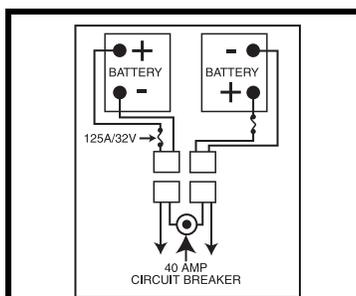

Figure 13A. Orientation des fils des batteries
7. Branchez le câble rouge à la borne positive (+) sur chaque batterie. **Voir la figure 13A.**